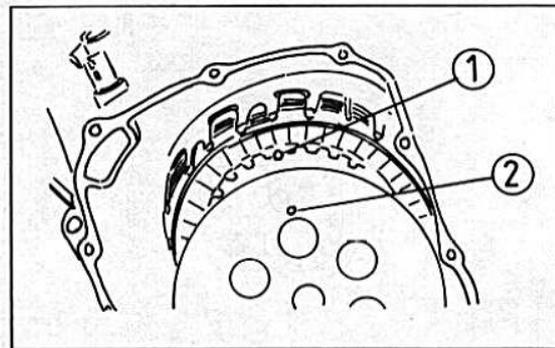

Bild 194
- Die Druckscheibe aufsetzen. Dabei die Marken der Einbaulage beachten (Bild 194).